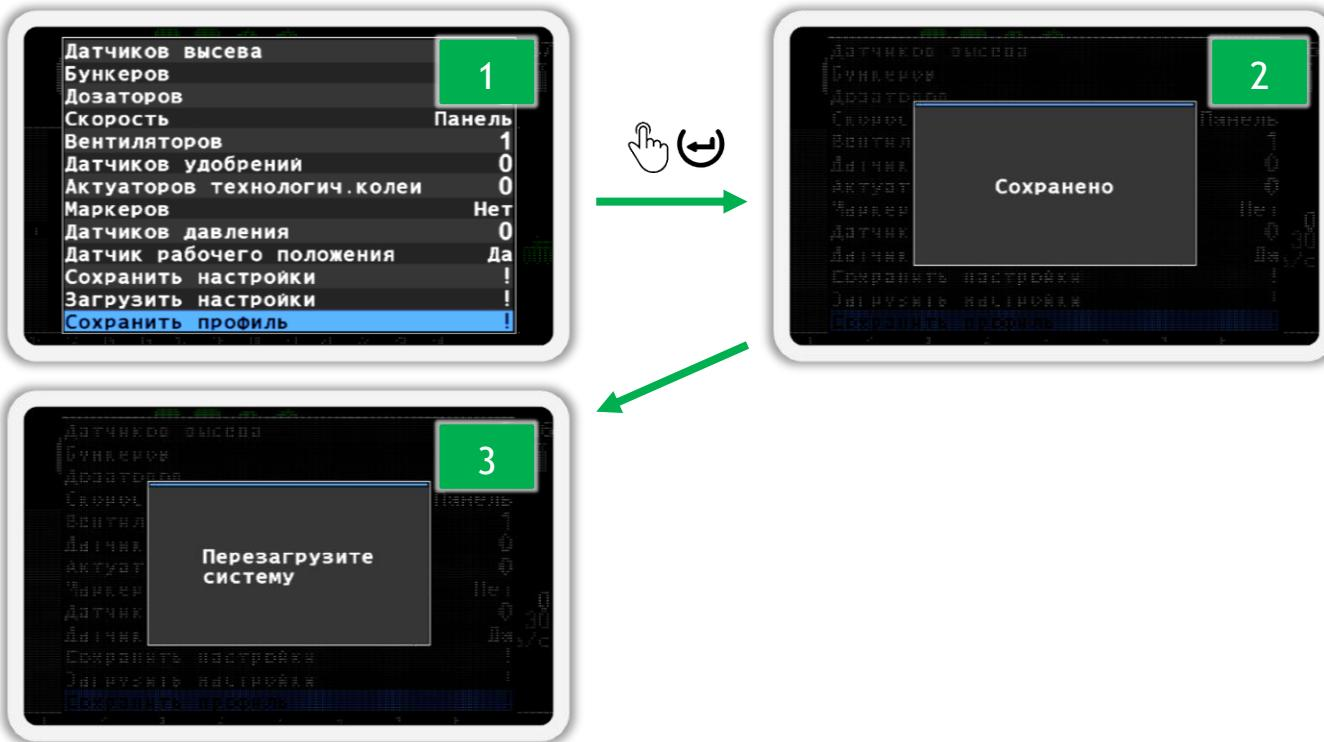

Рисунок 67
5. После того, как вы настроите параметры профиля панели оператора в соответствии с комплектацией вашей системы, перейдите к пункту меню  «Сохранить профиль» (см. Рисунок 67 п.1) и нажмите кнопку  «Меню». Если все настроено правильно, то в результате вы увидите первое сообщение «Сохранено» (см. Рисунок 67 п.2), а следом за ним сообщение «Перезагрузите систему» (см. Рисунок 67 п.3).